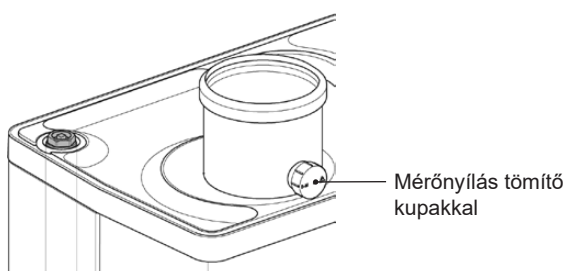

Fig. 27
- Vegye ki az emissziómérő mérőszondáját a mérőnyílásból, és zárja le a mérőnyílást a tömítő sapkával, lásd Fig. 27.